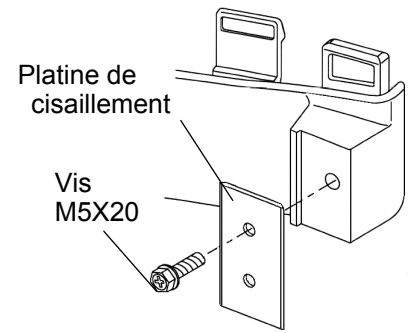

Fig.3
2. Fixez la platine de cisaillement sur la protection additionnelle en utilisant la vis M5x20 et l'écrou carré, comme indiqué fig. 3.